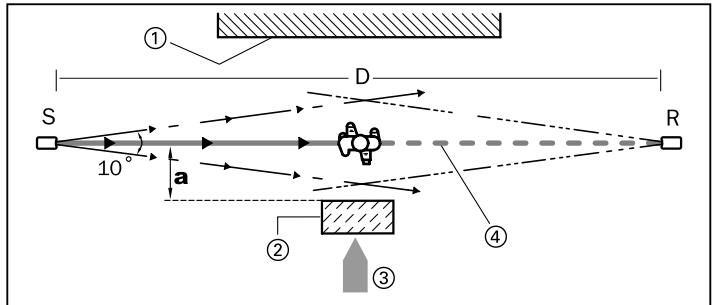
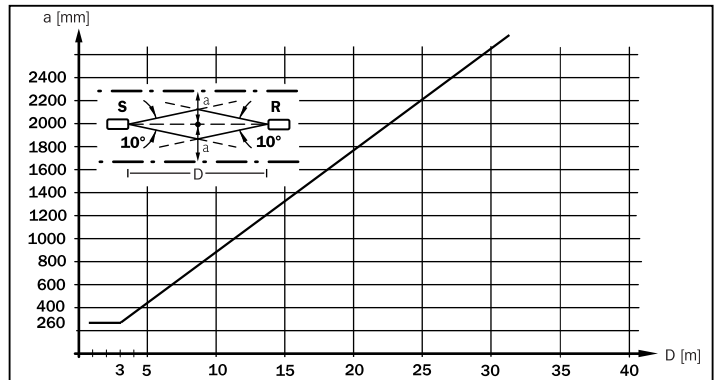

Bild 2-3: Minsta avstånd  $a$  till reflekterande ytor, riktig montering och inriktning
Bild 2-4: Minsta avstånd  $a$  i förhållande till avstånd  $D$  för enstråliga ljusstråleskydd
4. Reflekterande ytor som förekommer inom sändnings- och mottagningsloben, eller är avställda eller placerade där, kan leda till spegling och därigenom till att ett objekt eller en person inte detekteras. Därför måste alla reflekterande ytor och föremål (t.ex. materialbehållare) ha ett minsta avstånd  $a$  rotationssymmetriskt kring den optiska axeln mellan sändare och mottagare (se *bild 2-3* och *bild 2-4*).